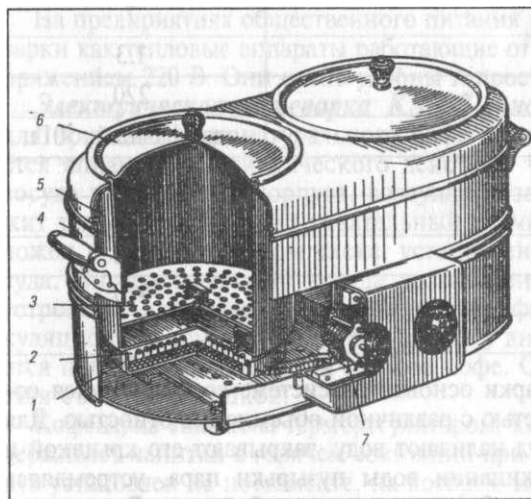

Рис. 10-4. Сосисковарка СНЭ-15
**Сосисковарка СНЭ-15 (рис. 10-4).** Сосисковарки предназначены для варки сосисок и сарделек и поддержания их в горячем состоянии в процессе реализации.